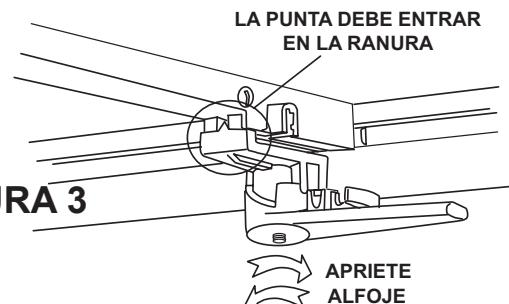

FIGURA 3
5. Asegure la abrazadera al riel de la caja de carga al jalar la manija hacia la parte trasera de la caja de carga del pickup asegurándose de que el localizador esté en la ranura. Consulte la Figura 3. Verifique que la abrazadera esté
5. Asegure la abrazadera al riel de la caja de carga al jalar la manija hacia la parte trasera de la caja de carga del pickup asegurándose de que el localizador esté en la ranura. Consulte la Figura 3. Verifique que la abrazadera esté enganchada de forma segura y correcta al mover levemente el ensamble de la manija. La manija no se debe mover.